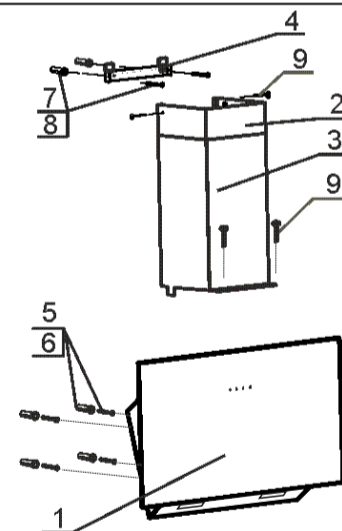

рис. 3
- 8.3 Для очистки алюминиевого фильтра извлеките его из вытяжки (рис. 3) и произведите его очистку с помощью щетки горячим водным раствором моющего средства вручную или в посудомоечной машине при (60°C). Старайтесь не гнуть фильтры при мойке. Возможное изменение цвета фильтра, с течением времени, не приводит к снижению эффективности его действия. Сильно загрязненный фильтр не следует мыть в посудомоечной машине.